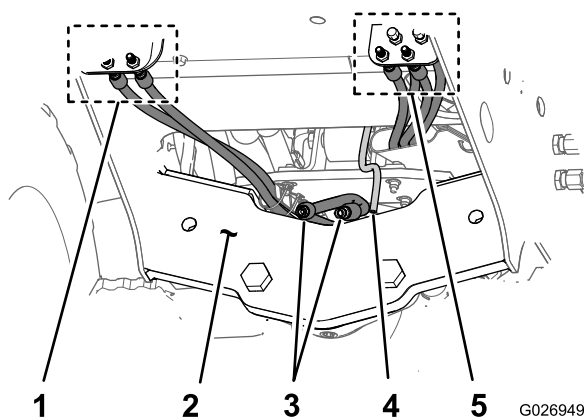

Figure 7
1. À l'avant de la machine, identifiez soigneusement et repérez la position des flexibles sur les panneaux de traversée gauche et droit (Figure 7).
2. Débranchez les flexibles des raccords des panneaux de traversée gauche et droit, et bouchez les flexibles (Figure 7).
- Branchez les flexibles aux raccords dans les panneaux de traversée gauche et droit (Figure 7).